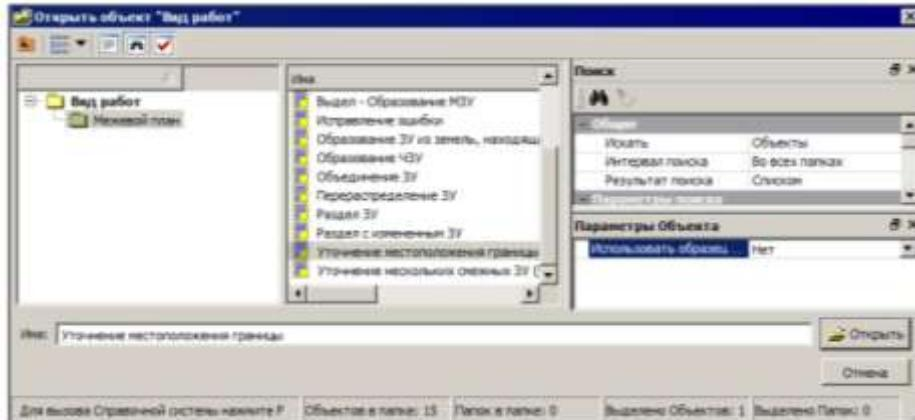

Рисунок 27– Открыть объект «Вид работ»
4. В появившемся диалоге **Открыть объект «Вид работ»** выберите вид работ **Уточнение местоположения границы**. В этом же диалоге в поле **Параметры Объекта** в строке **Использовать образец xml** укажите значение *Нет*. Нажмите кнопку **Открыть** (рис. 27).